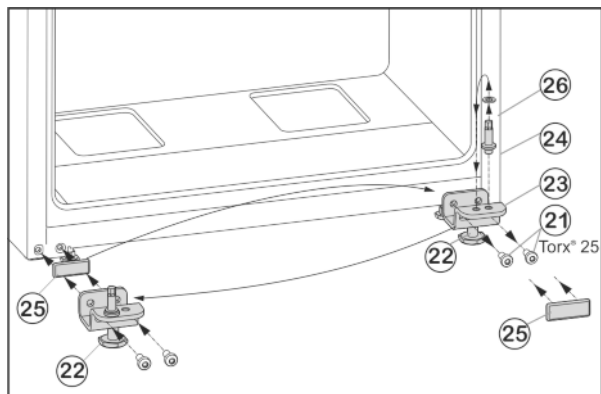

Fig. 7
- Svitare le viti di fissaggio Fig. 7 (21).
- Rimuovere completamente il cuscinetto di supporto inferiore Fig. 7 (23) con il perno del cuscinetto Fig. 7 (24), la rondella Fig. 7 (26) e il piede di regolazione Fig. 7 (22).
- Allentare completamente il perno del cuscinetto Fig. 7 (24) con la rondella Fig. 7 (26) nel foro di supporto situato nel lato opposto del cuscinetto di supporto e riavvitare saldamente.
- Estrarre con cautela la piastra di copertura Fig. 7 (25) e riapplicarla sul lato opposto.
- Riavvitare **saldamente (con 4 Nm)** tutto il cuscinetto di supporto inferiore Fig. 7 (23) con il perno del cuscinetto Fig. 7 (24), la rondella Fig. 7 (26) e il piede di regolazione Fig. 7 (22) sul nuovo lato della cerniera, eventualmente con l'ausilio di un avvitatore a batteria.
- Appoggiare la porta inferiore dall'alto sul perno cuscinetto Fig. 7 (24).
- Svitare il piedino regolabile Fig. 7 (22) sul cuscinetto di supporto inferiore Fig. 7 (23), fino a farlo appoggiare sul pavimento.